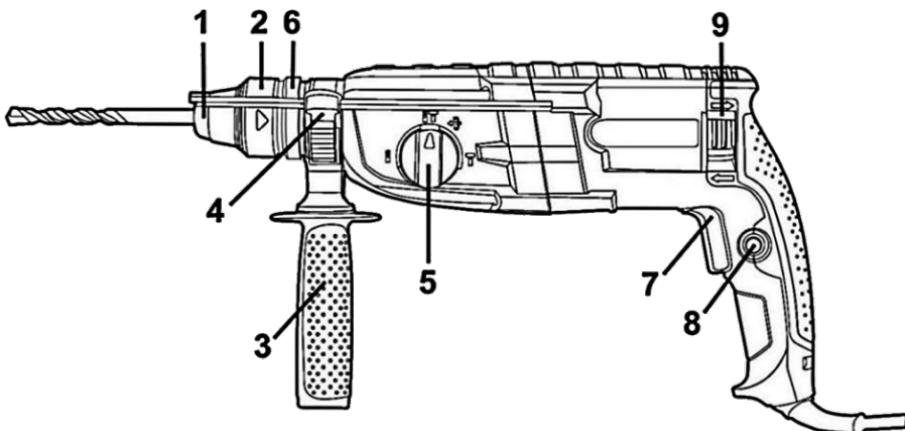

Рисунок 1
4.1 Виберіть необхідний режим роботи виробу за допомогою перемикача (5) (див. рисунок 1, таблицю 2). При необхідності встановлення свердлильного патрона – встановить його в патрон SDS-plus через адаптер.
4.2 Для включення виробу натисніть на курок вимикача (7) (рис.1). Для відключення виробу слід курок відпустити.